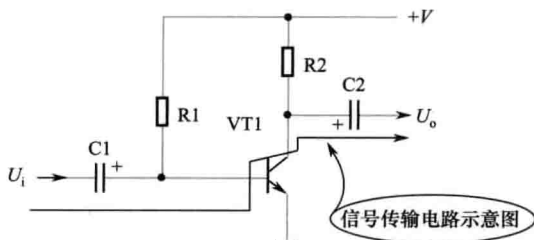

图 1-3 信号传输电路示意图
(2) 信号传输电路。如图 1-3 所示是放大器电路中的信号传输电路示意图，从图中可以看出，输入信号  $U_i$  经过了电容  $C1$ 、三极管  $VT1$  和电容  $C2$ 。